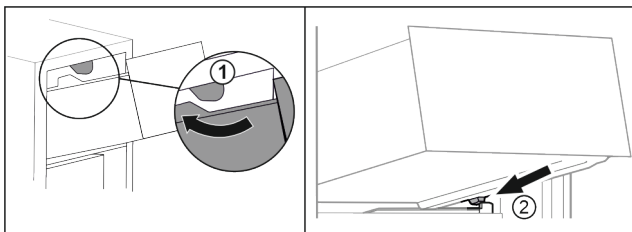

Fig. 23
- ▶ Vedte zásuvku podél horních zářezek. Fig. 23 (1)
- ▶ Nasadte zásuvku šikmo za dolní zářezky na žebrování na nádoby. Fig. 23 (2)